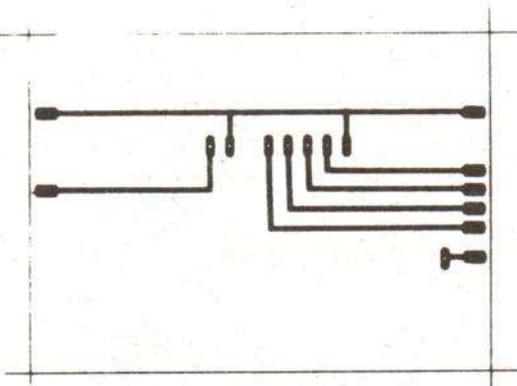

Fig. 5. – C.I. le l'afficheur LCD, recto.
– **Module d'affichage.** Voir figures 5 et 6. C'est un double face, époxy de 15/10, très difficile à réaliser à la main. Possible par reports directs de symboles genre Mecanorma. Disponible, comme tous les autres composants de cet appareil, chez Selectronic, 11,